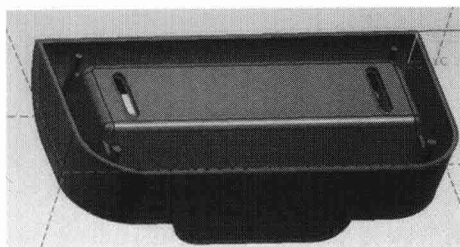

图 0-3
- 选择 Create Regions，单击 OK 按钮，结果如图 0-3 所示。